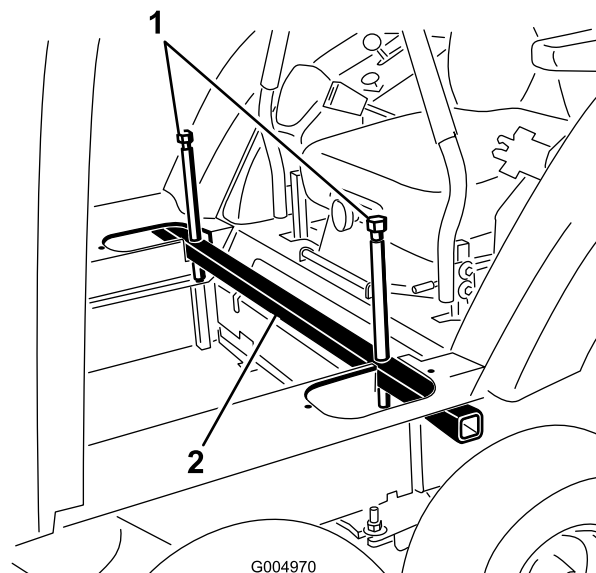

Figure 26
13. Desserrez les boulons de levage et déposer le tube de levage de la cabine des découpes du plancher (Figure 26).